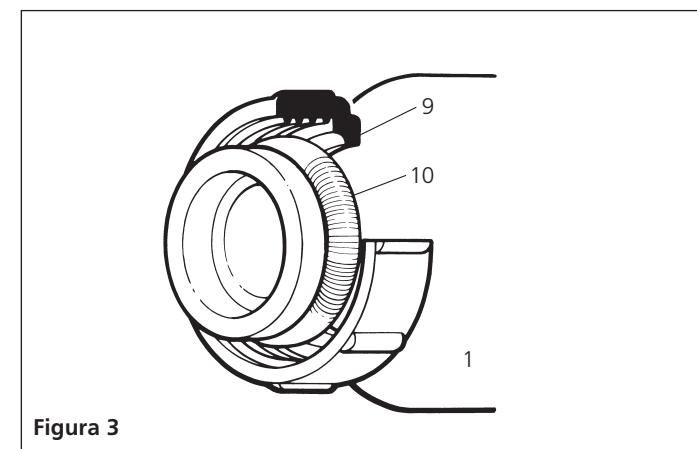

Figura 3
6. Disponga el capacete de retención gris (9) sobre la junta a tope del condensador (1) con la rosca orientada hacia fuera y sujetela en su sitio con el muelle circular (10) (vea la figura 3).